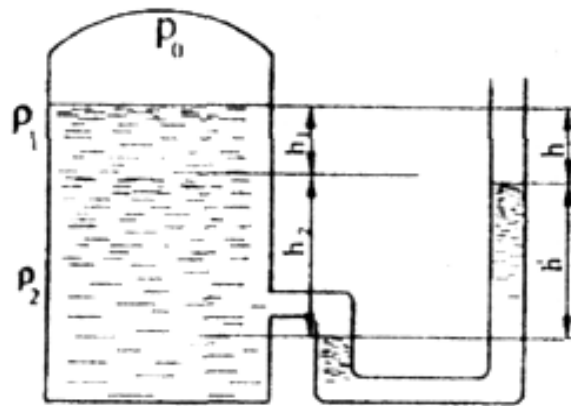

Рис. 14 Схема до задачі 19.
19. Закритий резервуар заповнений водою і оливою питомої маси $\rho_1 = 800 \text{ кг/м}^3$. Товщина шару води $h_2 = 50 \text{ см}$, оливи – $h_1 = 20 \text{ см}$. Обчисліть величину надлишкового тиску, що діє на поверхню оливи, якщо рівень ртуті в манометричній трубці знаходиться на $h = 40 \text{ см}$ нижче рівня оливи (рис.14).